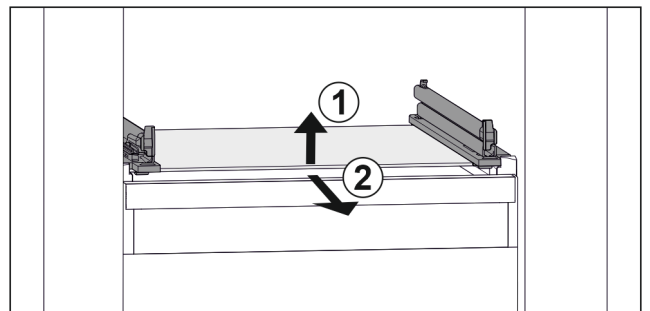

Fig. 93 Exemple de représentation de la tablette en verre
- ▶ Soulever la tablette en verre par l'avant. Fig. 93 (1)
- ▶ Retirer la tablette en verre par l'avant. Fig. 93 (2)